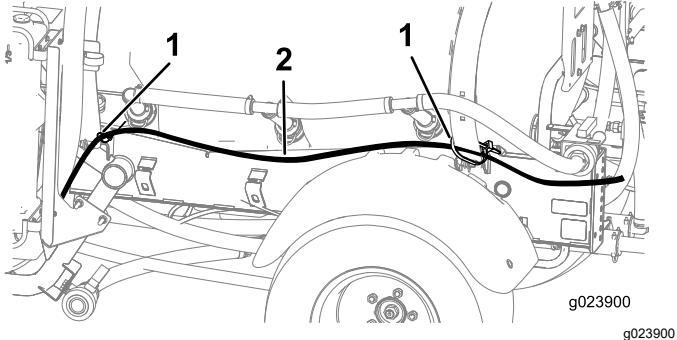

Figura 16
2. Enrute las 2 mangueras de espuma desde los brazos hacia adelante, por el lado de la máquina donde está instalado el soporte de montaje (Figura 16).